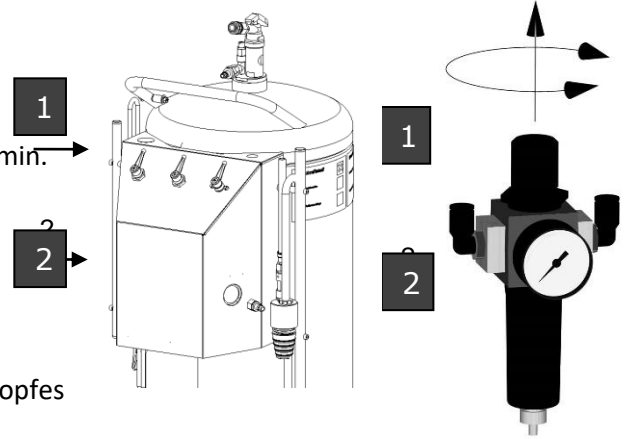

Abbildung 1
- Gehäuse des TankQuick aufklappen. Dazu die beiden oberen Schrauben (1) herauschrauben und die beiden unteren Schrauben (2) lösen.
- Knopf des Druckreglers nach oben ziehen und den Betriebsdruck von max. 6,5 bar durch Drehen des Knopfes einstellen (siehe Abb.1).